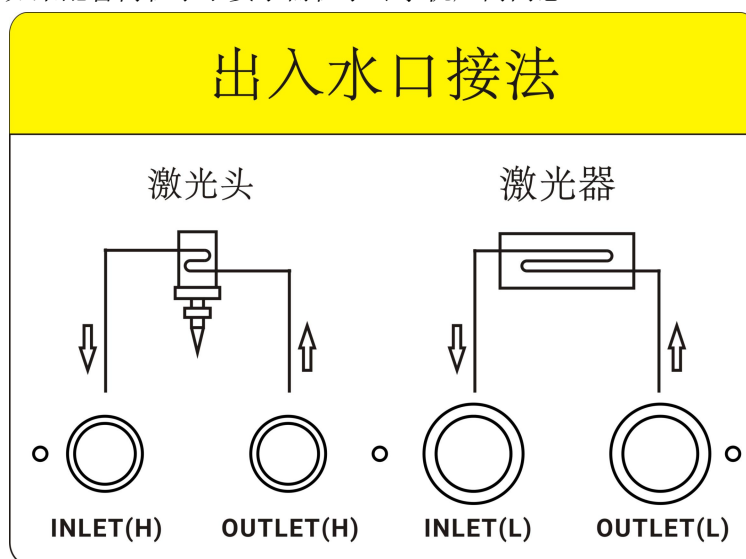

图 5 冷水机与激光器连接示意图
- (3) 管路连接：冷水机与激光器的连接方法，如图 5 所示，配管内径不能小于冷水机进出水口管径，如果配管内径小于要求需征求冷水机厂商同意。